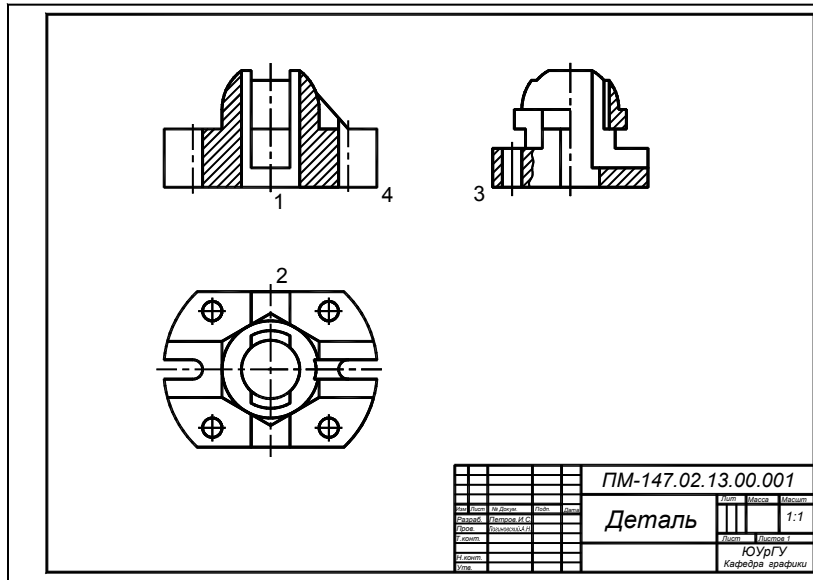

Рис. 3.8. Размещение основных изображений внутри рамки формата
После того, как изображения чертежа созданы и отредактированы, разместим их внутри рамки формата А3 (рис. 3.8). Выбор этого формата продиктован размерами изображений.
- ❑ **move** \ выберите все линии изображения вида сверху \ ПЩ \ укажите какую-либо точку внутри проекции \ переместите изображение во внутреннюю область рамки, задав его положение как на рис. 3.8;
- ❑ **move** \ выберите все линии вида спереди \ ПЩ \ укажите в качестве базовой нижнюю точку 1 осевой линии перемещаемого вида спереди (см. рис. 3.8) \ коснитесь курсором конечной точки 2 осевой линии вида сверху \ переместите курсор вверх — должна возникнуть вертикальная прерывистая линия слежения \ в режиме слежения укажите положение перемещаемого изображения.